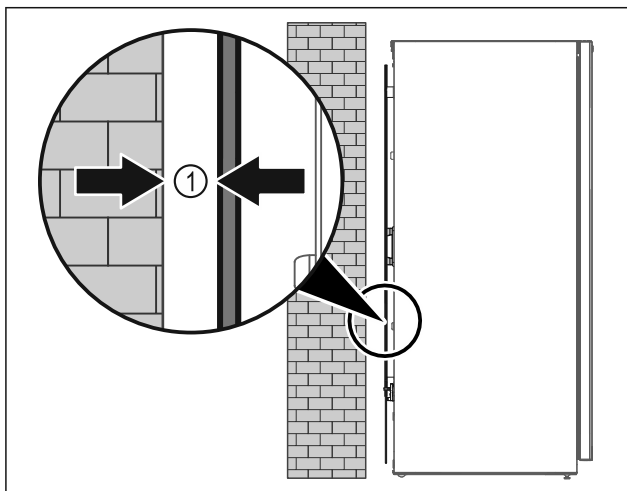

Fig. 6
- ▶ Τοποθετήστε τη συσκευή είτε ελεύθερη στον χώρο είτε απευθείας σε έναν τοίχο σε ελάχιστη απόσταση 5 mm Fig. 6 (1).